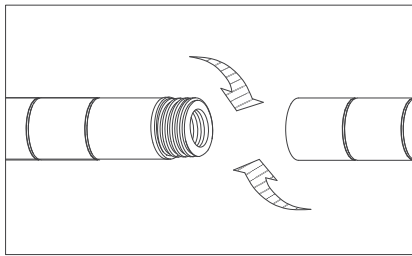

Figure 1
- i. La partie supérieure du montant comprend un capuchon de plastique à l'une de ses extrémités tandis que la partie inférieure comporte une patte réglable. Les raccords de montants jointés ont été pré-installés pour faciliter l'assemblage. Vissez fermement les montants (un long et un court) ensemble. (Voir la Figure 1)